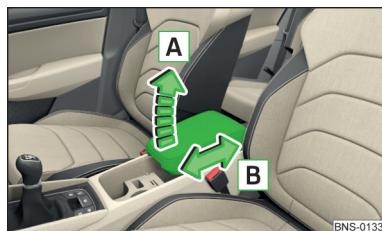

Fig. 89
- Para el **ajuste de altura**, elevar el apoyabrazos en el sentido de la flecha **A** en una de las posiciones de retención » fig. 89.